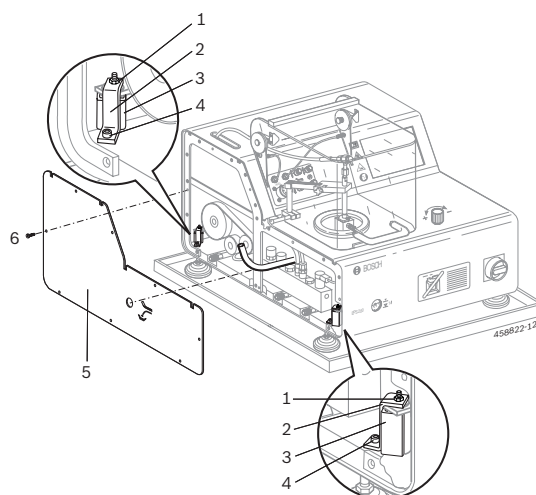

Fig. 15: Retirar as travas de transporte
1. Desapertar os parafusos de fixação (8x) da cobertura esquerda da caixa (fig. 15; pos. 6).
2. Remover a cobertura da caixa (fig. 15, pos 5).
3. Remover as porcas sextavadas (2x) da trava de transporte (fig. 15, pos 1).
4. Retirar os parafusos de fixação (2x) da trava de transporte (fig. 15, pos. 4).
5. Retirar as travas de transporte (2x) (fig. 15, pos. 2 a 3).